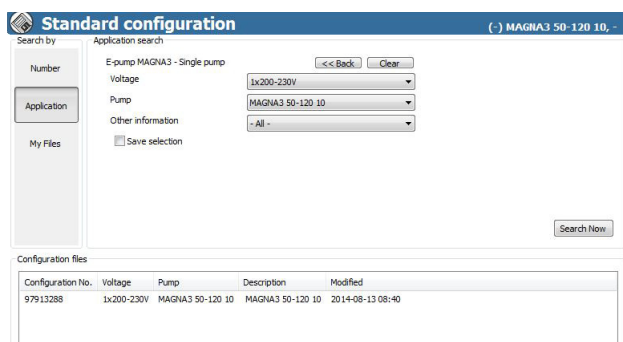

Рис. 27 Данные насоса
14. Введите данные о насосе. См. рис. 27.